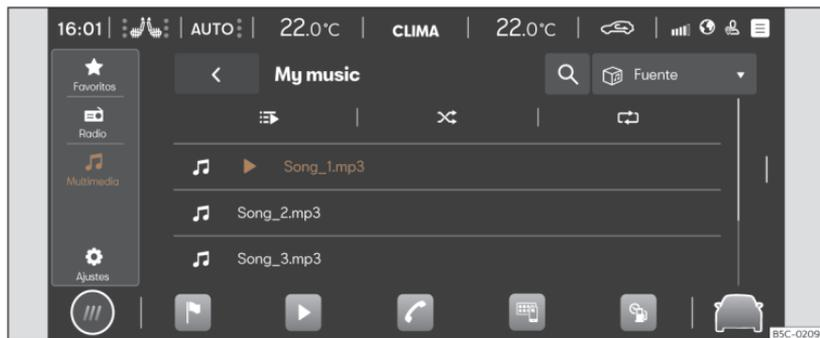

Fig. 169 Representación esquemática: Vista Multimedia.
- Pulse **HOME** > ► > 🎵 >>> **fig. 169**.